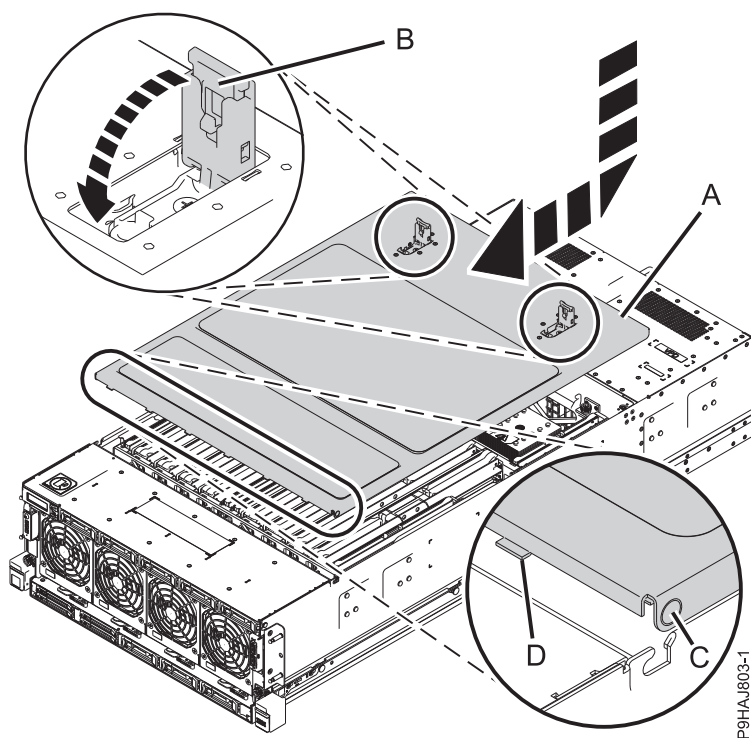

Figura 19. Instalación de la cubierta de acceso de servicio
- a. Deslice la cubierta (**A**) para insertarla de la unidad del sistema, tal como se muestra en la Figura 19 en la página 21.
- b. Cierre los pestillos de liberación (**B**) empujándolos en la dirección que se muestra en la Figura 19 en la página 21.